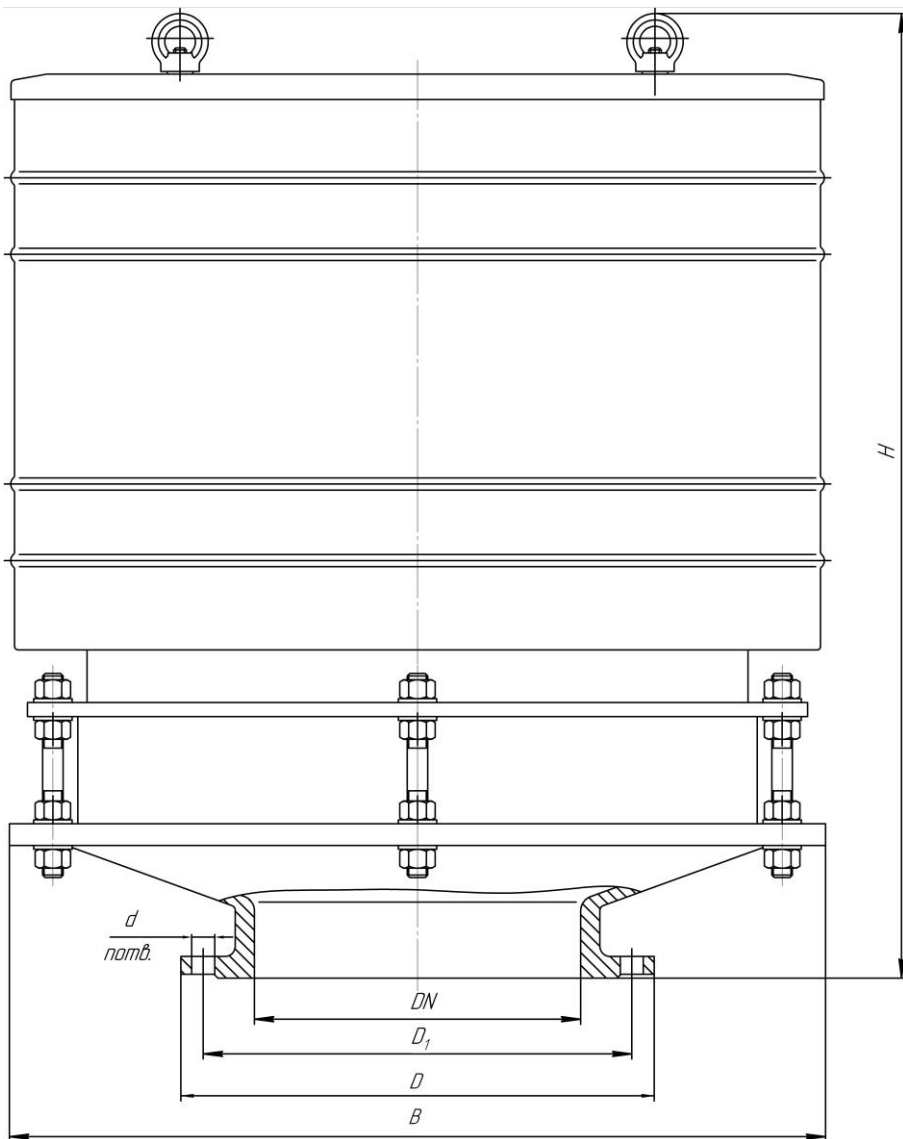

Рисунок 1 – Общий вид клапана HDKM-K
2.1 Основные параметры и размеры клапанов НДКМ (рисунок 1) должны соответствовать следующим значениям, приведенным в таблице 1: